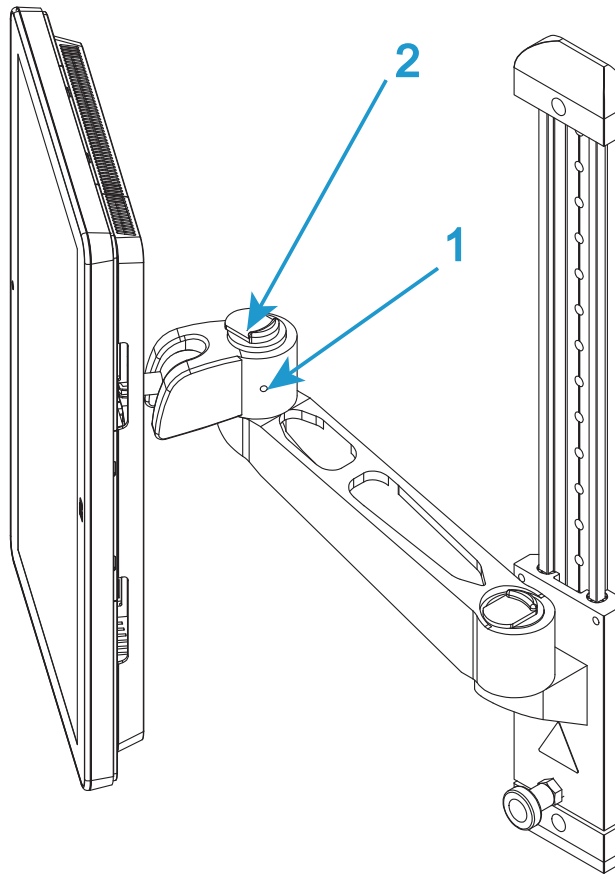
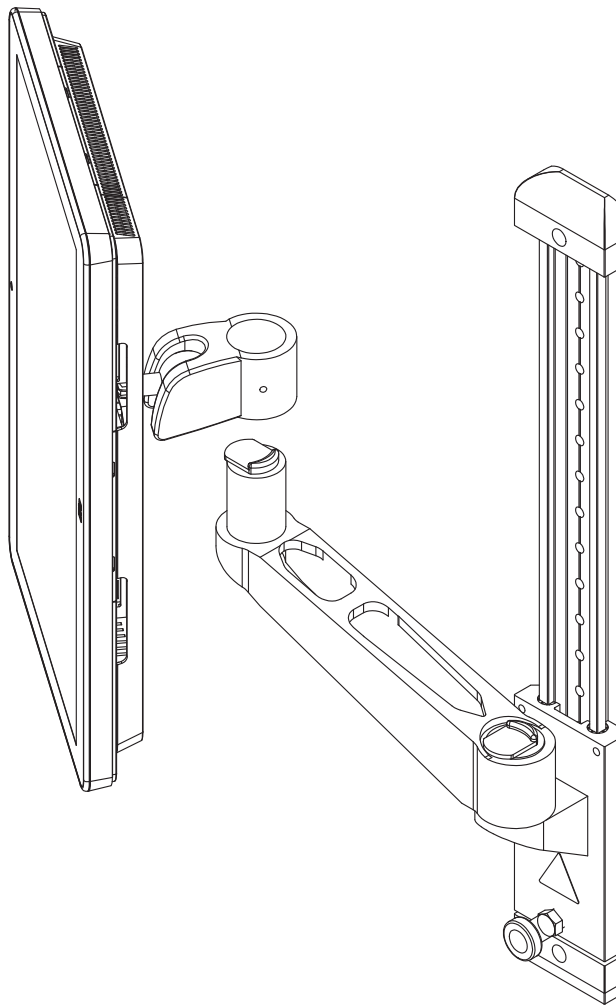

Abbildung 10. Montagearm
Abbildung 11. Zum Entfernen anheben
3. Wenn erforderlich, lösen Sie den Gewindestift an der Seite des Ellbogen am Montagearm (1 in Abbildung 10 auf Seite 52).
4. Betätigen Sie den Entriegelungsmechanismus oben am Ellbogen (2 in Abbildung 10 auf Seite 52) und heben Sie den Bluehill® Bedienerdashboard vom Montagearm (Abbildung 11 auf Seite 53) ab.